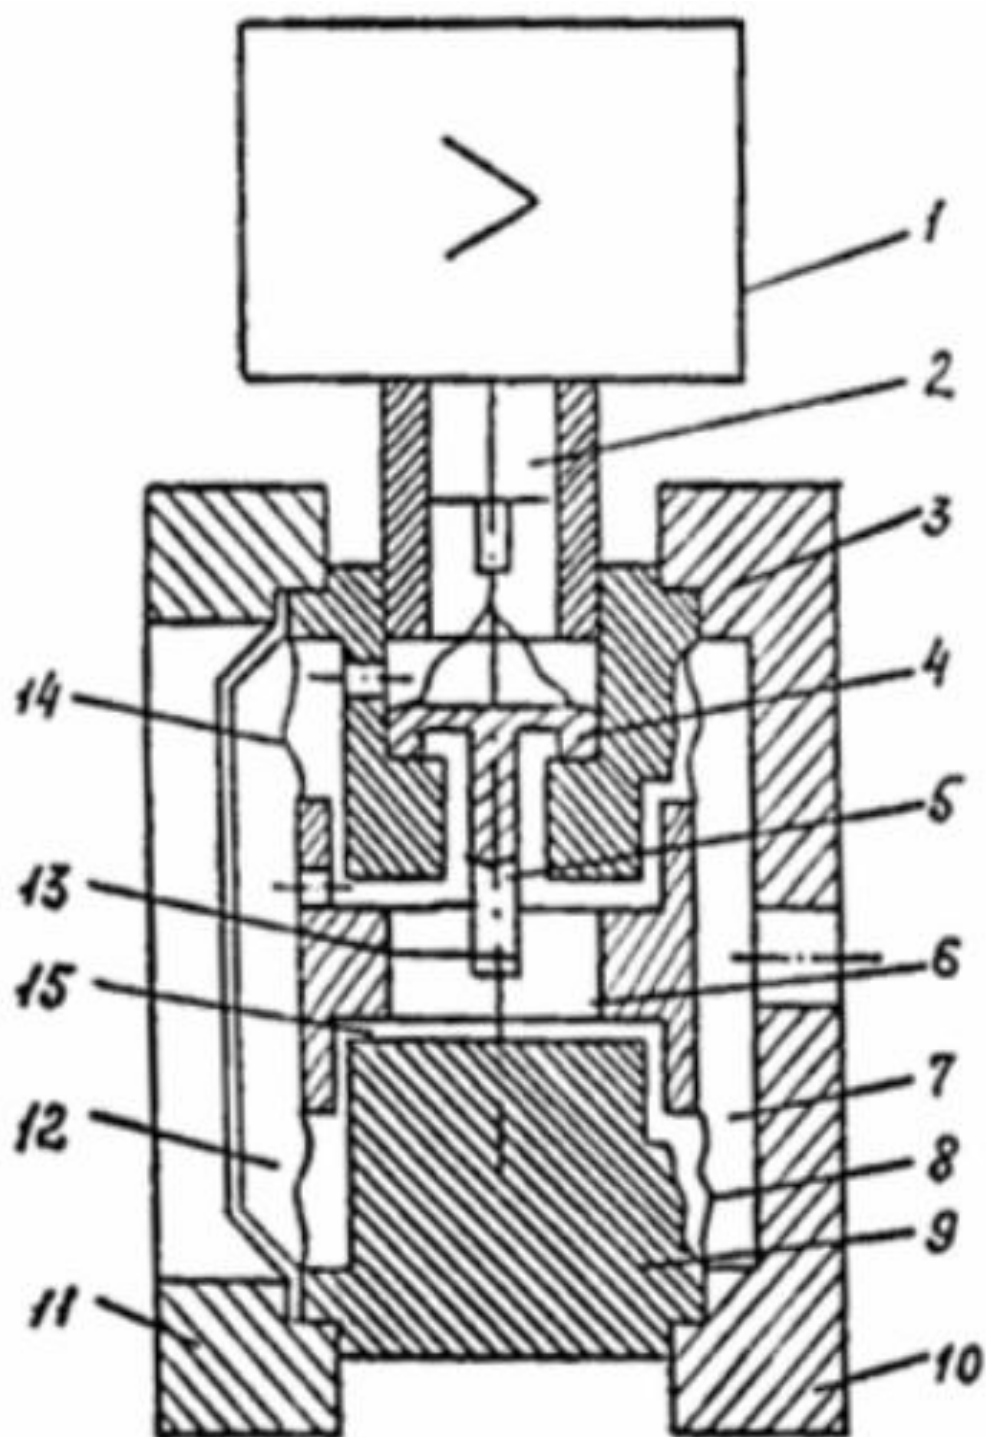

Рис. 3.
6.6. Схема принципиальная преобразователей моделей 2030, 2040 представлена на рис. 3.